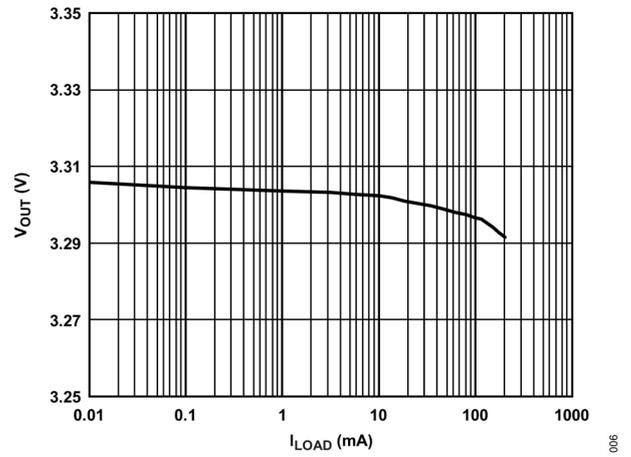

図 6. 出力電圧 ( $V_{OUT}$ ) と負荷電流 ( $I_{LOAD}$ ) の関係
- 1 0.1mA と 200mA の負荷を使用したエンドポイント計算に基づきます。1mA 未満の負荷に対する代表的な負荷レギュレーション性能については、図6を参照してください。